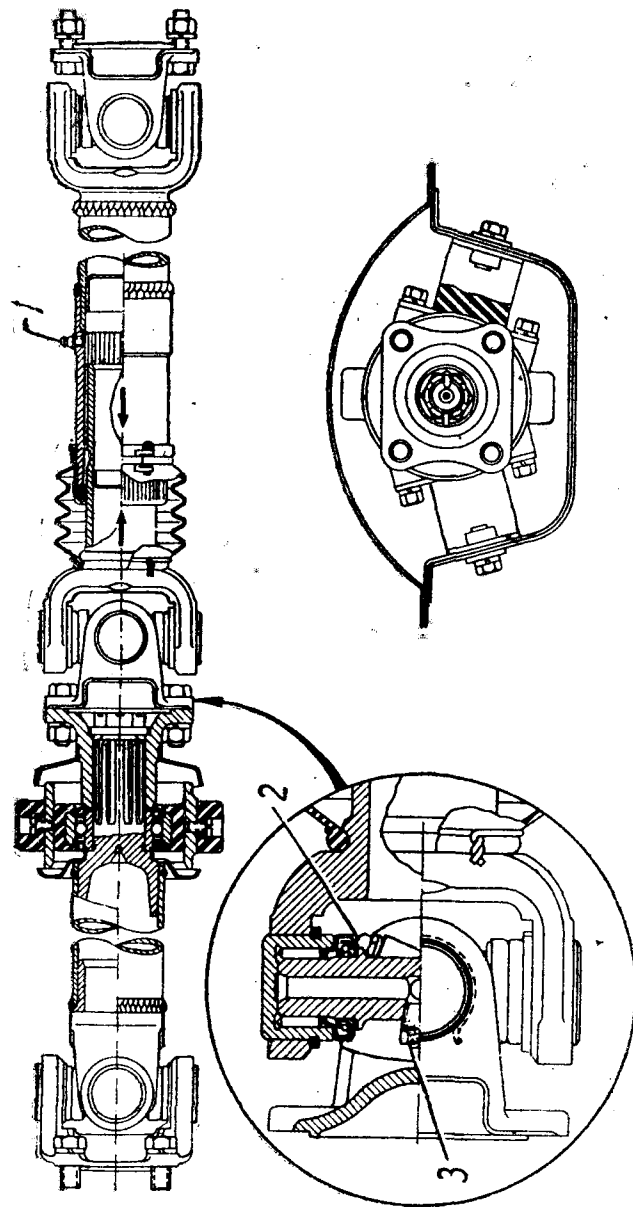

Рис. 51. Карданная передача.
1) включите третью передачу и убедитесь в том, что рычаг переключения находится в горизонтальном положении или ниже до 6° . Изменяйте длину тяги 14 (рис. 51), вращая ее наконечник;
Карданная передача (рис. 51) состоит из двух валов. На каждом из валов вилки расположены в одной плоскости, как показано. Нарушение расположения вилок или фланцев даже на один шлиц вызывает вибрацию валов и автомобиля.